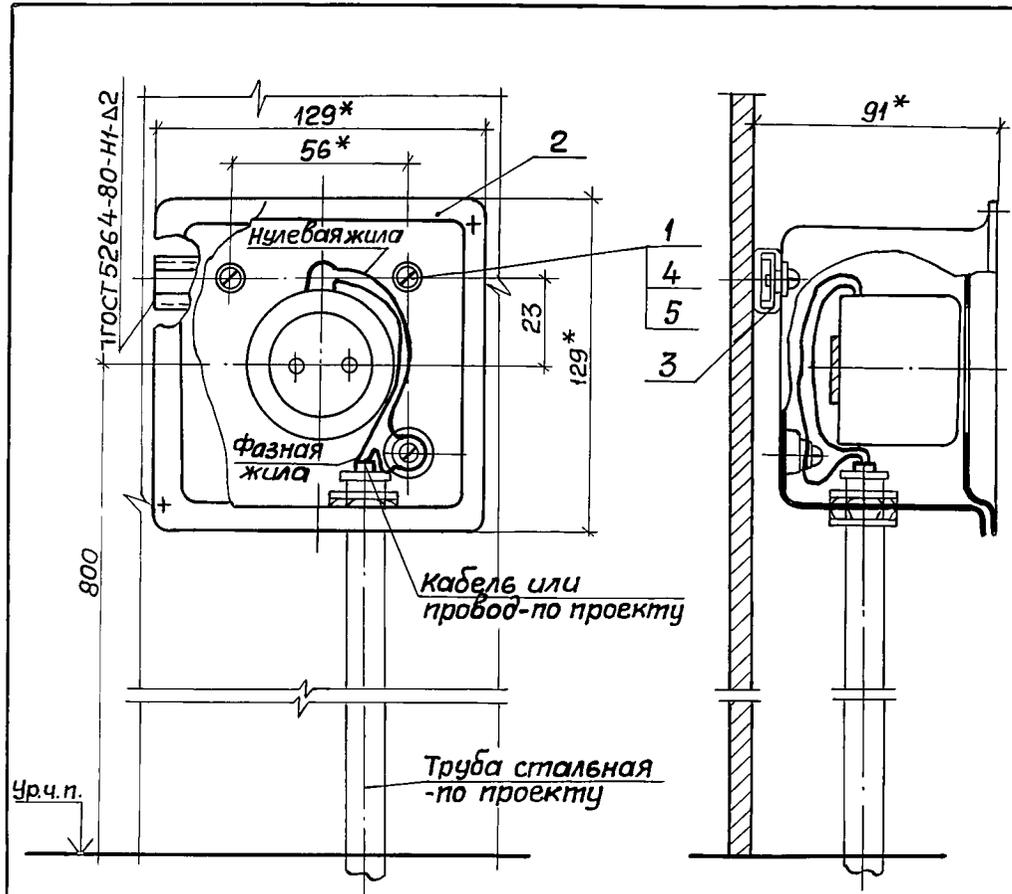

Рис.1
3. Зануление коробки выполняется „шлейфом“ нулевой жилы кабеля - см. рис.1.